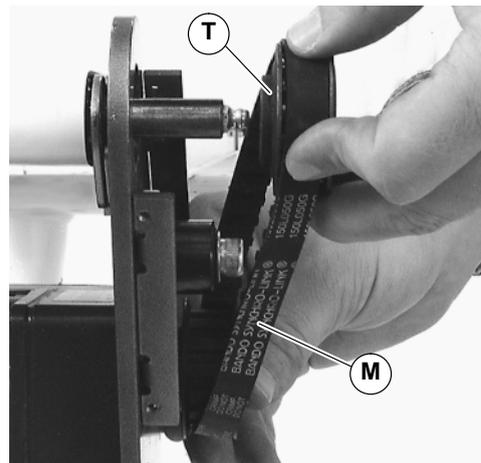

Abbildung 17
**HINWEIS:** Falls der Zahnriemen nicht über die Zahnscheibenflanke gleitet, die Madenschrauben der Abtriebszahnrad-Scheibe (T siehe Abbildung 17) lösen, und Zahnrad-Scheibe samt Riemen abnehmen (M). Für erneute -Installation siehe Schritte 5 bis 8 auf Seite 5.